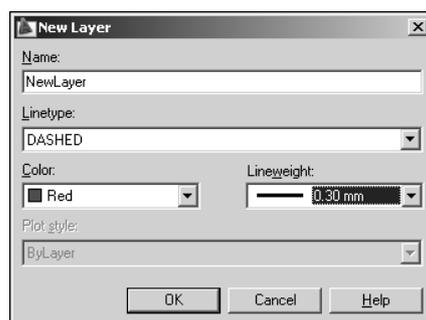

Рис. 6.49. Создание нового слоя в Трансляторе слоев
5. Щелкните на кнопке **New** (Создать). В диалоговом окне **New Layer** (Новый слой) введите имя нового слоя (например, **NewLayer**) и выберите нужные свойства (тип линий, цвет, вес линий и стиль печати) (рис. 6.49). Затем щелкните на кнопке **OK**.